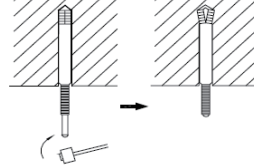

Abb. 8
- (3). Die Lochverankerungen in die Deckenbohrungen einsetzen und die Bolzen mithilfe eines Hammers komplett hineinstecken (Abb. 8).